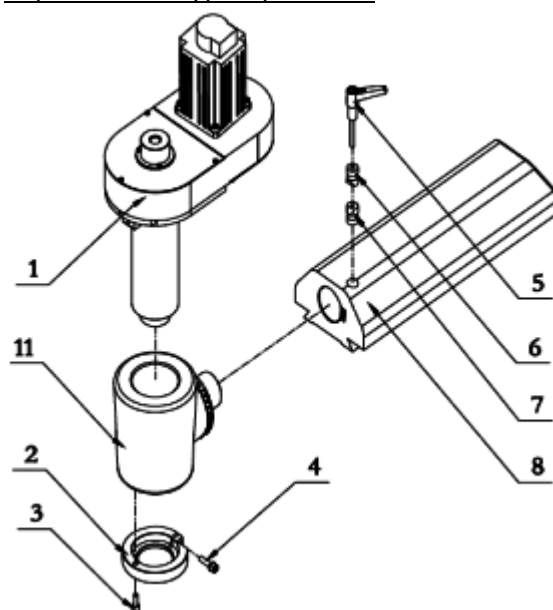

Рис.3
Вставьте в конус шпинделя оправку для горизонтального фрезерования (9) со смонтированными на ней предварительно дисковой фрезой и дистанционными втулками. Придерживайте оправку рукой от провисания. Вставьте в ласточкин хвост консоли (8) серьгу (10) и оденьте на свободный конец оправки (9). Зафиксируйте серьгу (10) на консоли. Для удобства работы можно демонтировать держатель фрезерной головы (11, Рис.3)